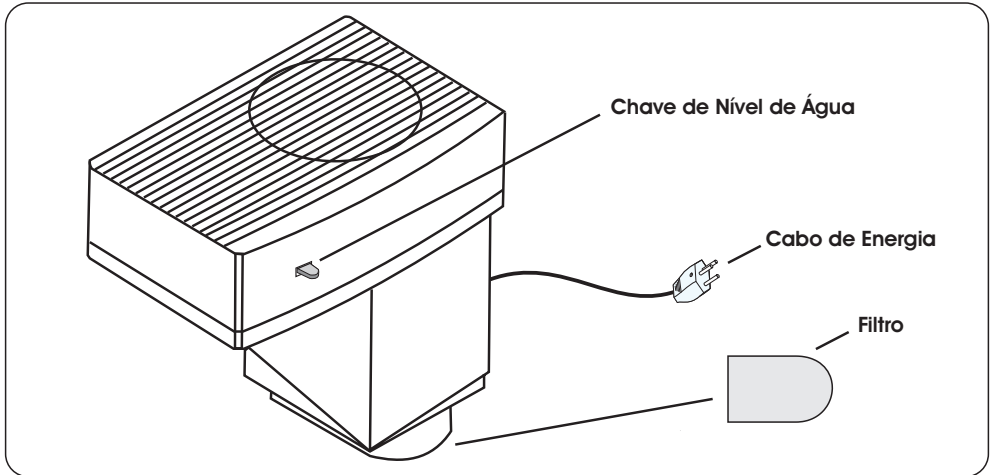

Fig. 4
- **CHAVE DE NÍVEL DE ÁGUA** - Dispositivo (Fig. 4, pág. 7) cuja função é desligar o equipamento nos seguintes casos: